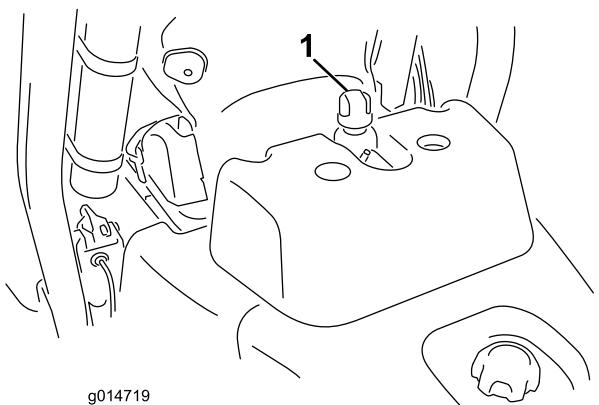

Figura 27
- Retire a tampa do reservatório (Figura 27).